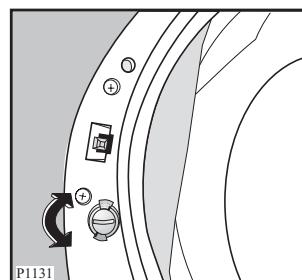

Fig. 1
- Controllare sempre il cesto prima di introdurvi la biancheria. Bambini piccoli o piccoli animali domestici potrebbero essersi infilati all'interno. Per evitare ciò, è possibile impedire la chiusura dell'oblò agendo sul bottoncino posto sul lato interno dell'oblò, ruotandolo verso destra, senza premerlo, in modo che la scanalatura si trovi in posizione orizzontale (vedi Fig.1). Se necessario, aiutarsi con una moneta.